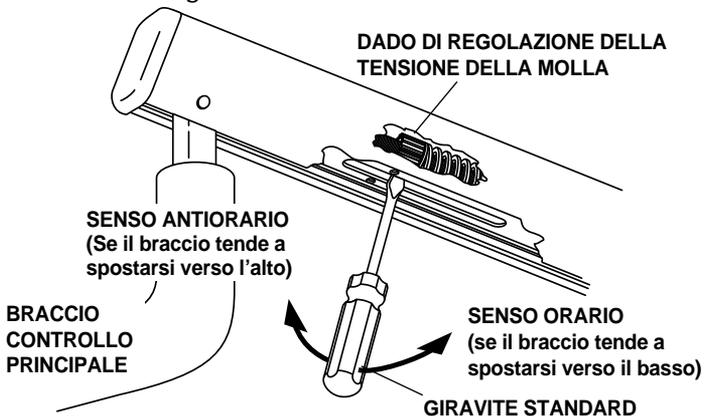

Figura 19. Regolazione della tensione della molla
- Se il braccio tende a spostarsi verso il basso, ruotare in senso orario il dado di regolazione della tensione della molla (*guardando dall'estremità del controllo principale del braccio, vedere la Figura 19*).